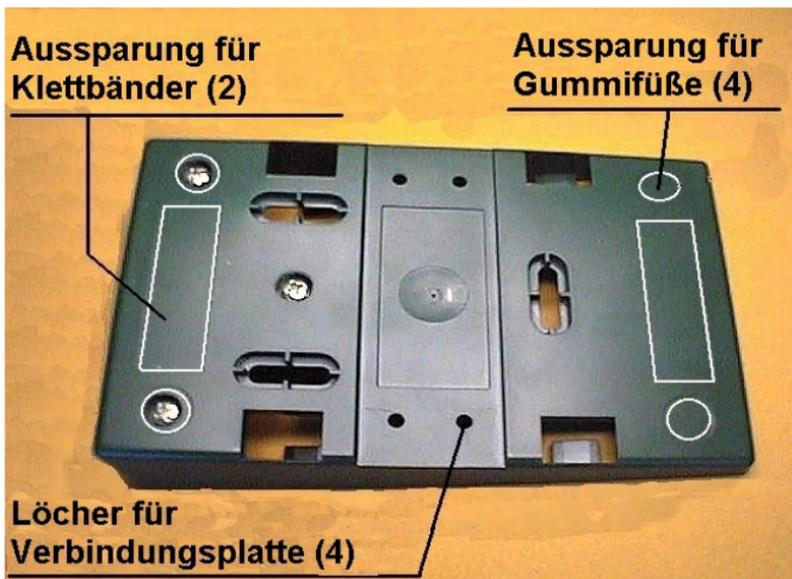

Bild 1 - OM-DRAGON™ Montagefuß Unterseite
1. Siehe Bild 1, bitte reinigen Sie die Aussparungen für die Gummifüße sorgfältig um optimal Haftung zu erreichen.
1. Stecken Sie die Dorne der Verbindungsplatte in die dafür vorgesehenen Löcher des Montagefußes (siehe Bild 1 und 4).